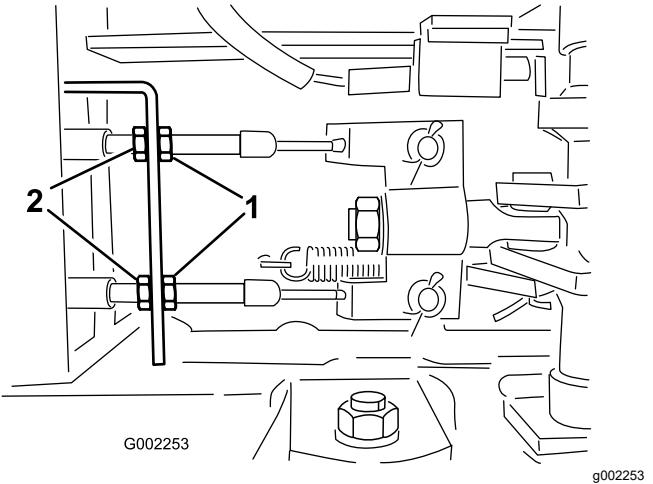

Figura 138
5. Afloje las contratuerzas delanteras de los cables de freno, debajo del extremo delantero del fumigador (Figura 138).
6. Apriete las contratuerzas traseras en la misma cantidad hasta que el pedal de freno recorra entre 1 a 2 cm antes de que se note resistencia (Figura 138).